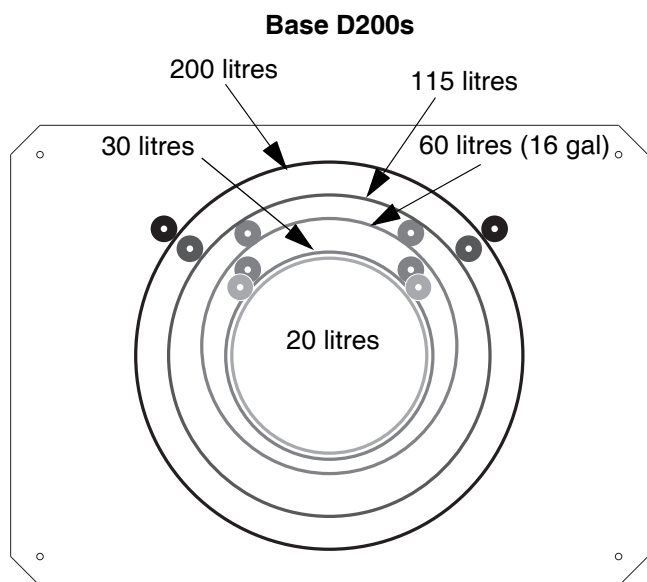

FIG. 15 : Embase de l'élévateur
1. Identifier l'emplacement exact des trous de fixation sur l'embase de l'ensemble de l'élévateur. Voir la FIG. 15.